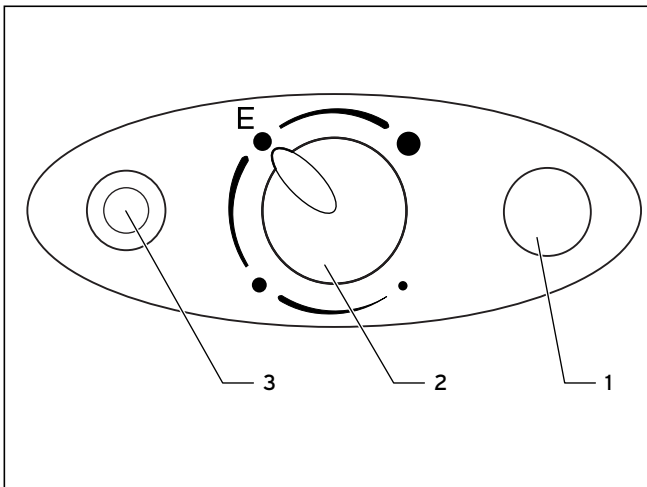

Abb. 4.2 Bedienungsblende
In Netzen mit Niedertarifen (Schwachlasttarifen) kann der VEH exklusiv/pro in Zweikreisschaltung angeschlossen werden. In Niedertarifzeiten wird dann die Grundlast vom Elektrizitätsversorger eingeschaltet. Der Temperaturregler schaltet die Heizleistung während dieser Zeit selbstständig ein und aus. Bei Bedarf wird durch Betätigen der Taste (3, Abb. 4.2) die „Schnellaufheizung“ des VEH exklusiv/pro aktiviert. Mit Erreichen der gewählten Wassertemperatur schaltet die Schnellheizung aus und nicht wieder ein. Der Betrieb des VEH exklusiv/pro wird während der Schnellaufheizung mit der gelben Signallampe angezeigt.
Der VEH exklusiv/pro heizt den Wasserinhalt nach Betätigung der Taste (3, Abb. 4.2) einmalig auf. Die gelbe Signallampe leuchtet während dieser Zeit. Jeder Aufheizevorgang muss durch Drücken der Taste (3) separat eingeschaltet werden.